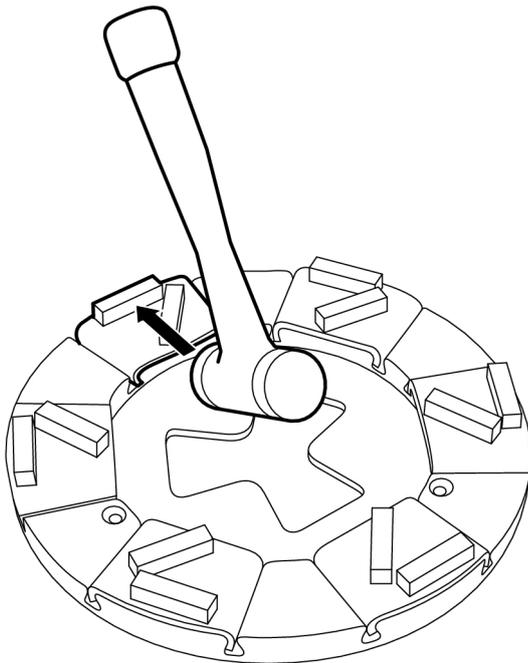

Abbildung 4-4. Lösen der Schleifwerkzeuge
2. Verriegeln Sie das Schleifwerkzeug im Werkzeughalter durch einige leichte Schläge mit einem Gummihammer, siehe Abbildung 4-4, Seite 18.
3. Verriegeln Sie das Schleifwerkzeug im Werkzeughalter durch einige leichte Schläge mit einem Gummihammer, siehe Abbildung 4-4, seite 18.